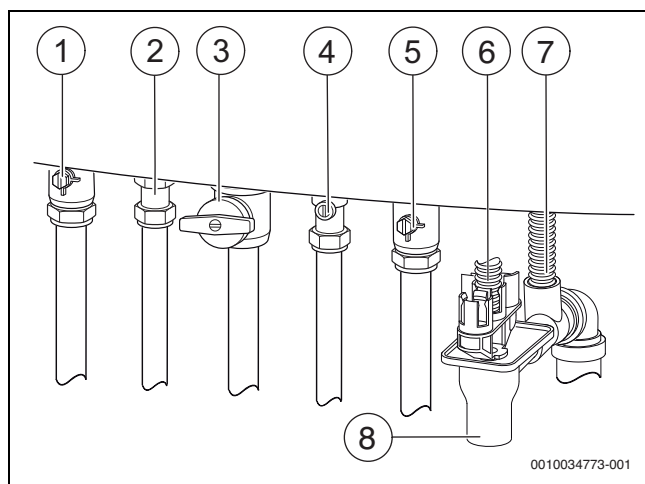

Рис. 43 Подключения газа и воды (дополнительное оборудование)
- Откройте воздухоотводчик (→ рис. 43, стр. 25) и закройте после удаления воздуха.
- Включите насос отопительного контура на 30 секунд (8).